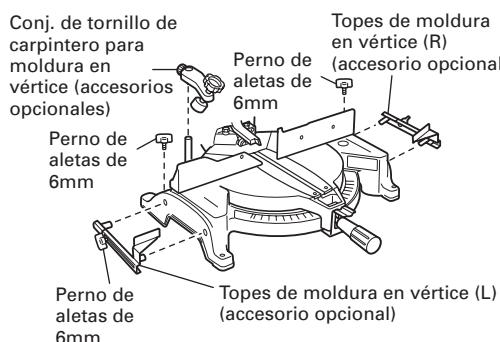

Fig. 30-a
(1) Las topes de moldura en vértice (L) y (R) (accesorios opcionales) permiten facilitar los cortes de la moldura en vértice, sin inclinar la hoja de sierra. Instálelas en ambos lados de la base, tal como se muestra en la Fig. 30-a. Después de la inserción, apriete el perno de perilla de 6mm para asegurar los topes de moldura en vértice.